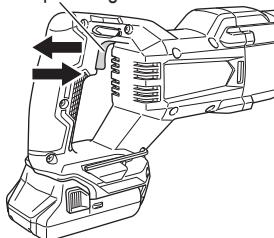

Fig. 17
(2) Interruptor de gatillo (Fig. 17)